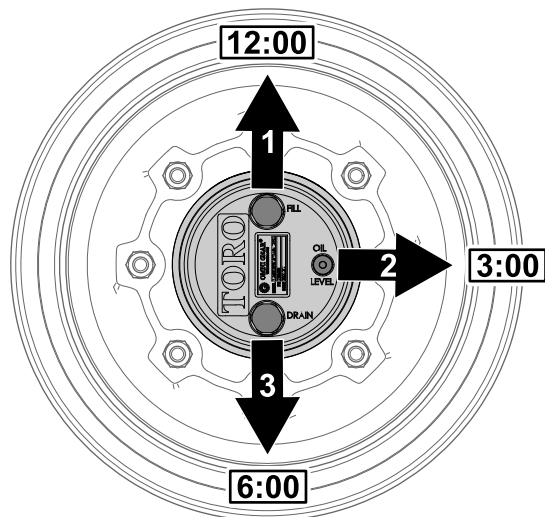

図 104
- 水平な床面で、補給プラグが時計の12時の位置、点検プラグが3時、ドレンプラグが6時の位置を指すように駐車する 図 104。
- 3時の位置にある点検プラグを外す 図 104。
1. 水平な床面で、補給プラグが時計の 12 時の位置、点検プラグが 3 時、ドレンプラグが 6 時の位置を指すように駐車する 図 104 プラネタリギアオイルの点検 \(ページ 68\) を参照。